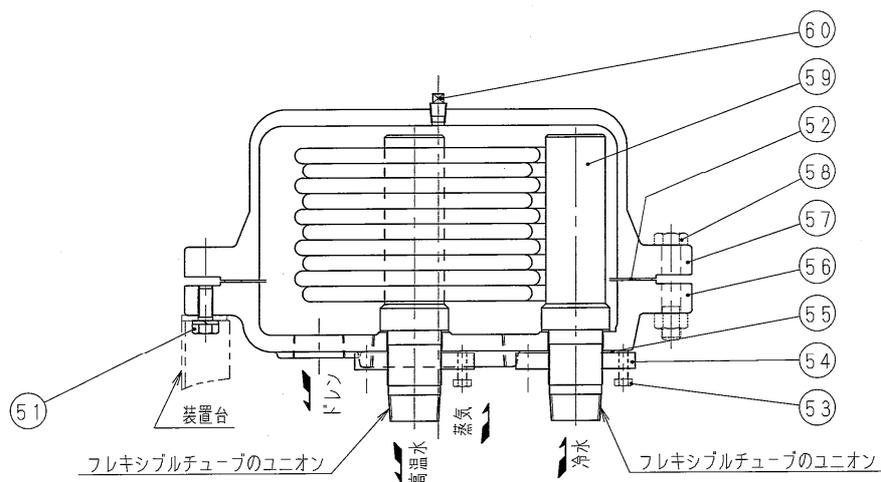

図3. OQS3型熱交換
4.2 OQS 3型熱交換器 (図 3 参照。下部ふた (56) を装置台に固定したまま実施することができます。六角ボルト (51) は外さないでください。)